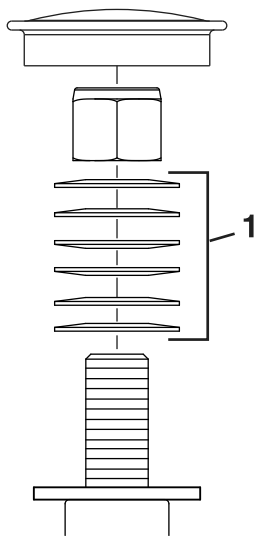

Bild 53
3. Entfernen Sie den Staubdeckel vom Laufrad und ziehen Sie die Sicherungsmutter an (Bild 53).
4. Ziehen Sie die Sicherungsmutter so weit fest, dass die Federscheiben flach liegen und schrauben dann um Viertelumdrehung zurück, um die Lager richtig vorzuspannen (Bild 53).
- Wichtig:** Achten Sie darauf, dass die Federscheiben richtig eingesetzt sind, siehe Bild 53.
5. Setzen Sie den Staubdeckel auf (Bild 53).